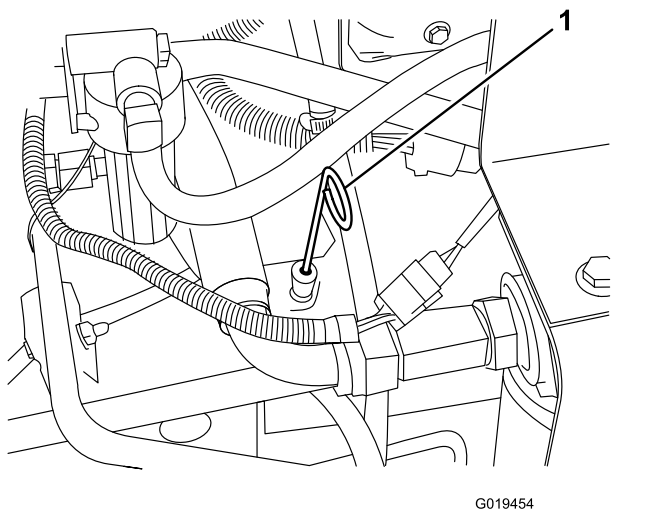

**Figura 48**
2. Quite el seguro del capó y ábralo (Figura 48).